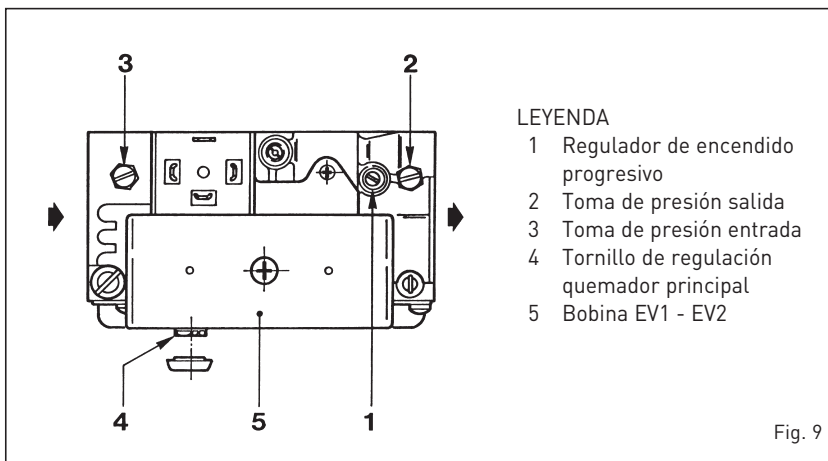
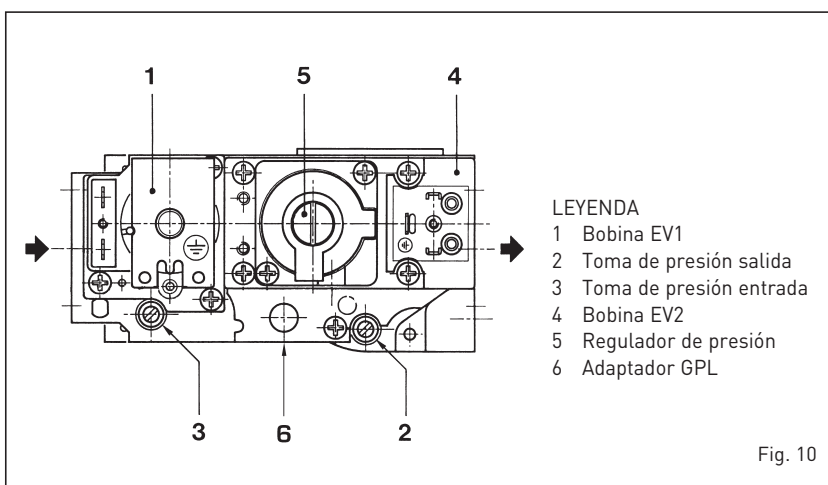

Fig. 9
Fig. 10
Las calderas "RX 19-26" están equipadas con válvula SIT 830 TANDEM (fig. 9). Al primero encendido se aconseja purgar el aire que se encuentra en el conducto gas actuando sobre la toma de presión (3).
Las calderas "RX 37-55" están equipadas con válvula HONEYWELL VR4605C (fig.10).
- Quitar el tapón puesto sobre el regulador de presión y atornillar el tornillo de regulación (4 fig. 9 - 5 fig. 10).
- Aplicar sobre la válvula el adaptador (6 fig.10).